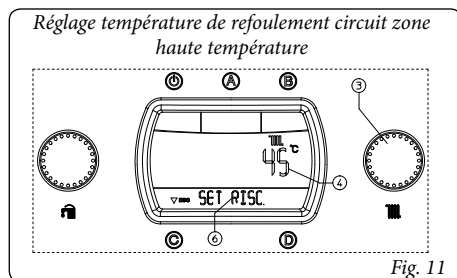

Fig. 11
- **Zone haute température.** La température du chauffage dans la zone en haute température se règle avec le sélecteur (3) et la température correspondante s'affiche sur l'écran (24) avec l'indicateur (4) et l'indication "SET RISC." ("SET CHAUFFE") apparaît (Fig. 11). En tournant le sélecteur (3) dans le sens des aiguilles d'une montre, la température augmente. Dans le sens contraire des aiguilles d'une montre, elle diminue.